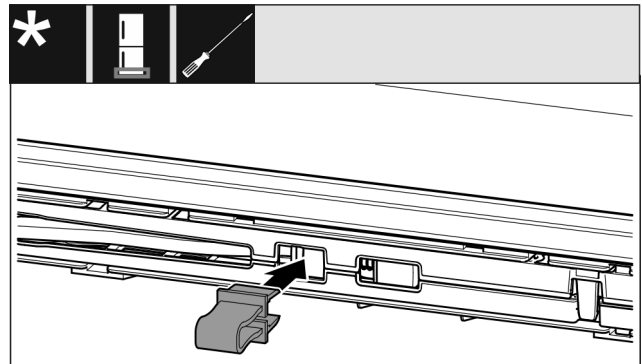

Fig. 12
- Introduire l'arrêt.oir dans l'ouverture Fig. 12 ()